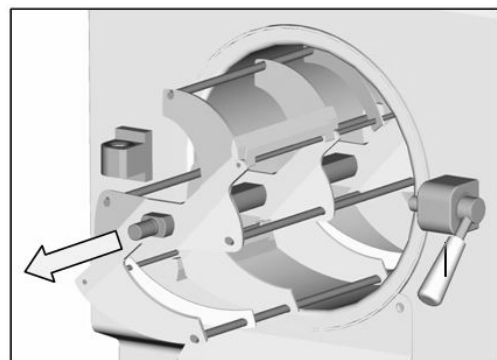

Fig.12
- Tirare verso di se l'agitatore per sfilarlo dal cilindro di mantecazione (Fig.12).